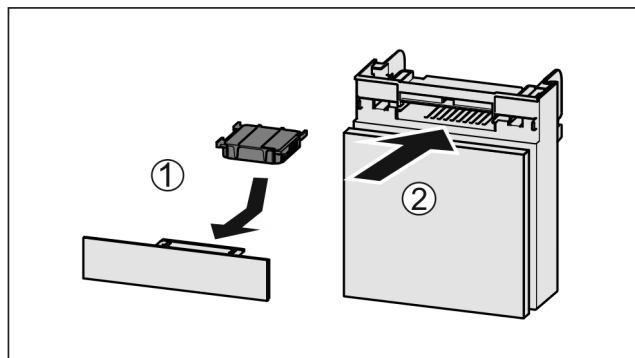

Fig. 115
- Wkładać Fig. 115 (1) filtr z węglem aktywowanym zgodnie z ilustracją.
- Wsunąć komorę Fig. 115 (2).